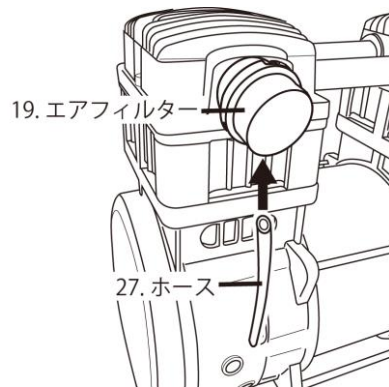

図2
②19. エアフィルターの穴に、付属の27. ホースを差し込んでください（図2,3参照）。